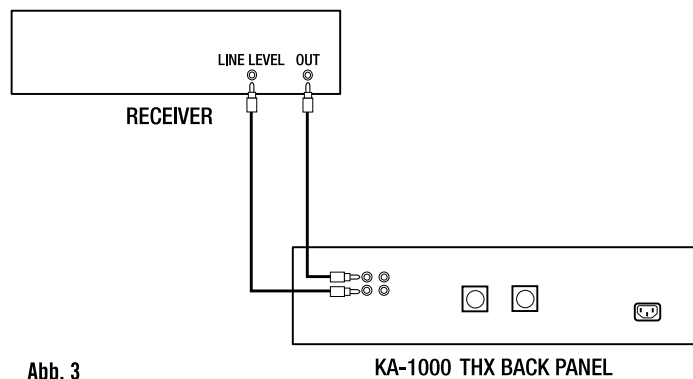

Abb. 3
**Anschluss für Nicht-THX / Analog-Surround-Receiver/-Prozessor oder Zweikanal-Stereosystem** – Manche analogen A/V-Receiver und -Prozessoren (ohne Dolby Digital® oder DTS® Fähigkeit) besitzen einen Line-Level-Subwoofer-Ausgang. Andere verfügen über Line-Level-Ausgänge für den linken und rechten Kanal, ebenso manche Stereo-Receiver und integrierte Verstärker. Alle separaten Stereo-Vorverstärker und Surround-Prozessoren besitzen Line-Level-Ausgänge. Wenn Ihr System auf einer dieser Technologien basiert, wird es fast immer empfehlenswert sein, den KA-1000 THX mit dem THX-Schalter in der Position „Off“ zu verwenden. Dies aktiviert die Crossover- und Pegelregler. Diese Arten von Ausgängen sollten mit den Line-Level-Eingängen des KA-1000 THX verbunden werden (Abb. 3). Verwenden Sie zum Anschluss ein oder zwei abgeschirmte Qualitätskabel passender Länge mit Cinch-Steckern an beiden Enden. Ihr Fachhändler kann Sie bei der Auswahl passender Kabel beraten.